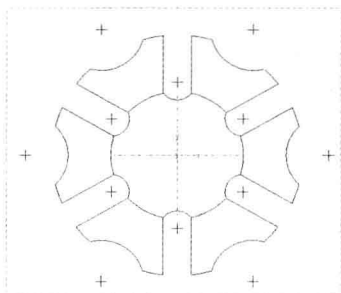

图 2-15 绘制坐标系
Step 04 执行操作后,单击鼠标中键,即可绘制坐标系,如图 2-15 所示。